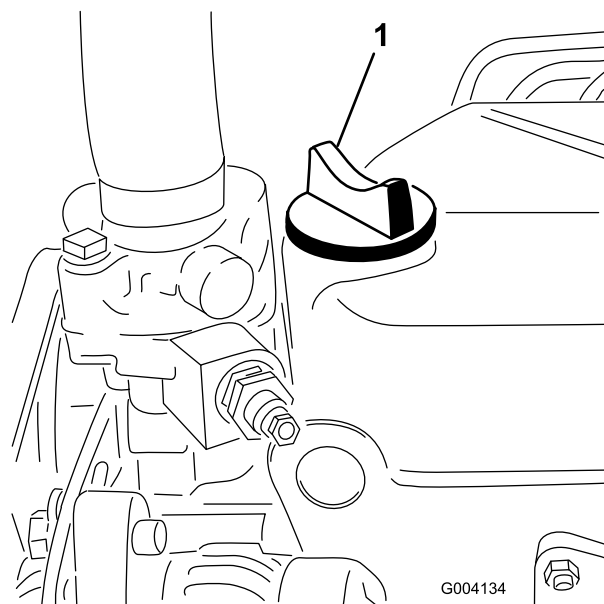

図 21
5. 不足している場合は、キャップ(図 21)を取り、Full 位置までオイルを補給する。**入れすぎないこと**。